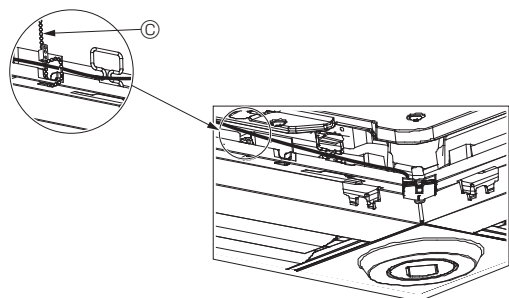

Fig. 5-13
- Fissare i cavi dell'i-See sensor e del ricevitore di segnale al pannello con il dispositivo di attacco come illustrato nello schema, in modo che non siano allentati, quindi tagliare l'estremità in eccesso del dispositivo di attacco. (Fig. 5-13)
- Se la posizione dell'i-See sensor è stata modificata dalla posizione "o" (E) alla posizione "□" (F), modificare le impostazioni degli interruttori. (Fare riferimento alla pagina 95.)